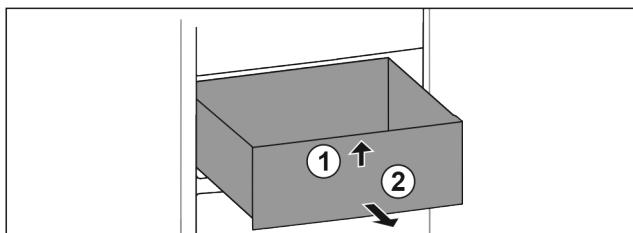

Fig. 66
- Predal spredaj dvignite. Fig. 66 (1)
- Predal vzemite ven v smeri naprej. Fig. 66 (2)